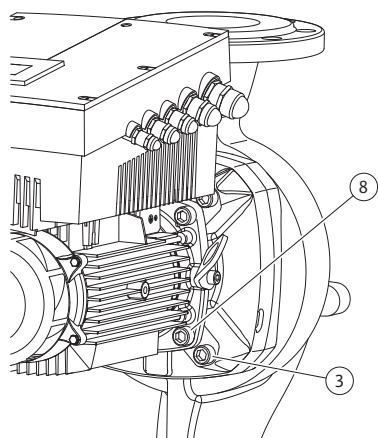

Fig. 49: Fixation en option du kit embrochable
11. Desserrer les vis (Fig. 7, pos. 3) et les retirer. Suivant les types de pompes, retirer les vis extérieures (Fig. 49, pos. 3). Le kit embrochable (voir Fig. 13) reste fixé en toute sécurité dans le corps de pompe après avoir retiré les vis ; il n'existe aucun risque de basculement, même quand l'arbre de moteur est en position horizontale.
16. Suivant le type de pompe, desserrer les vis (Fig. 7, pos. 10) ou bien les vis (Fig. 49, pos. 8).
22. Glisser avec précaution la lanterne sur l'arbre et la positionner sur son ancien emplacement ou bien dans un autre angle par rapport à la bride de moteur. Respecter les positions de montage admissibles des composants (voir chapitre 7.1 « Positions de montage autorisées et modification de la disposition des composants avant l'installation », page 145). Fixer la lanterne avec les vis (Fig. 7, pos. 10) **ou**, pour les types de pompes/lanternes selon la Fig. 49, avec les vis (Fig. 49, pos. 8) sur la bride de moteur.